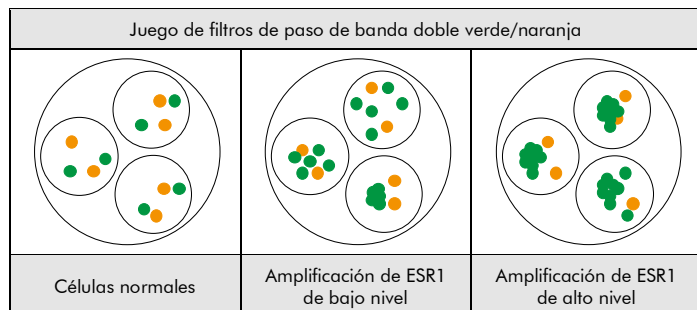

Fig. 2: Resultados previstos en núcleos normales y anómalos
**Situación normal:** En las interfases de células normales o células sin una amplificación que implique la región del gen ESR1, aparecen dos señales verdes y dos naranjas (ver Fig. 2).
**Situación anómala:** En células con una amplificación de la región del gen ESR1 se observará un aumento del número de señales verdes o grupos de señales verdes (ver Fig. 2).